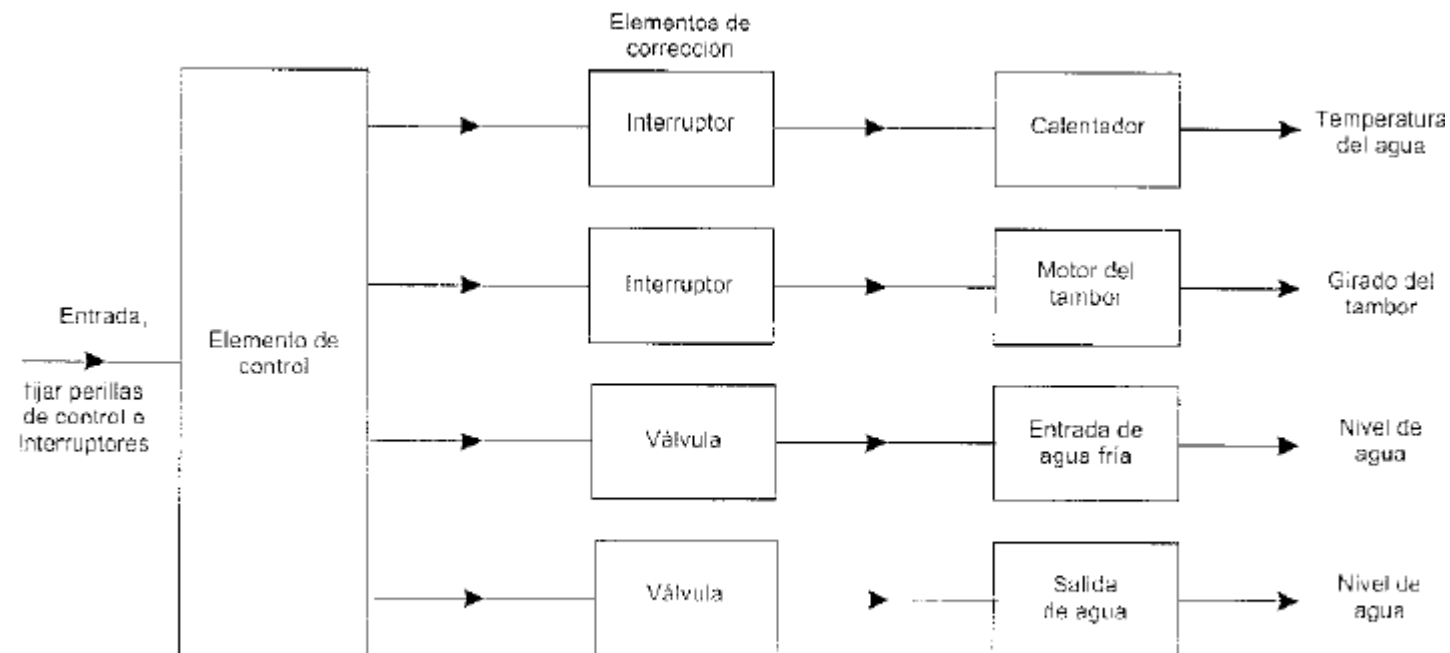

Figura 1.9 Lavadora de ropa doméstica
- Un ejemplo de un sistema de control de este tipo es el ciclo básico de operación de la lavadora de ropa doméstica (figura 1.9).